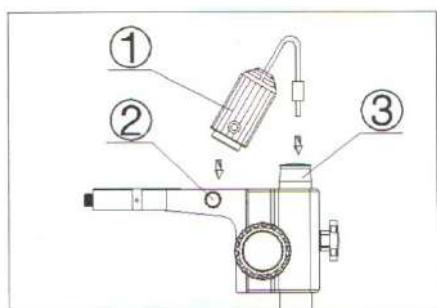

Рисунок 6
1. Выпуклую часть блока освещения (1) вставьте в основание по направлению винта блокировки (2). Затяните винт. (см. рисунок 6).
2. Вставьте штекер в разъём (3).